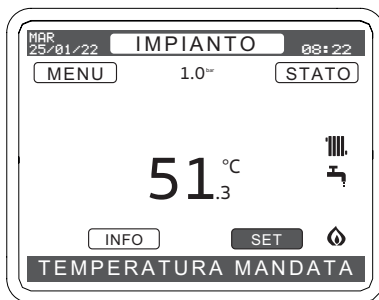

Figura 2.7
- Premere il tasto (∨) per spostarsi nel campo "SET" Figura 2.7.